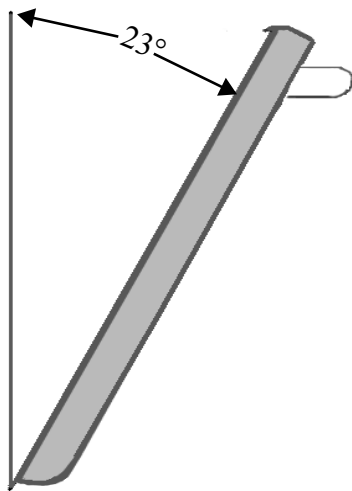

Figure 20 : Angle Approximatif Nécessaire Pour Retirer La Porte
3. Fermez la porte jusqu'à ce qu'elle bute contre les griffes à charnières, qui maintiennent la porte entrouverte (Figure 20).
1. Inclinez légèrement la porte (*Figure 20*) et insérez les charnières dans les fentes. Les charnières s'amarreront solidement dans les fentes si la porte est placée correctement. Ne forcez pas la porte et ne l'inclinez pas sur les côtés.